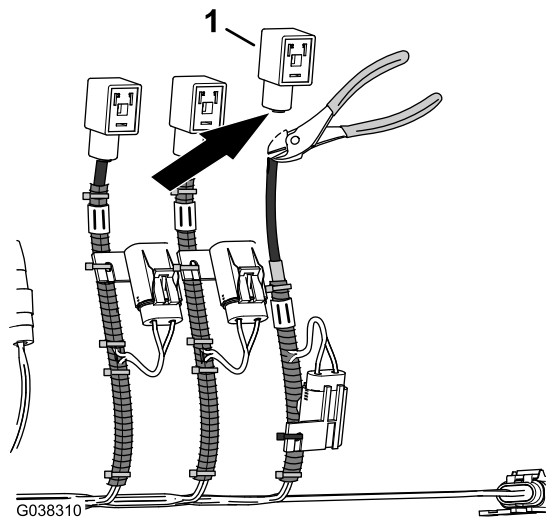

Bild 32
5. Schneiden Sie den DIN-Stecker-Kabelbaum unter dem DIN-Stecker durch (Bild 32).